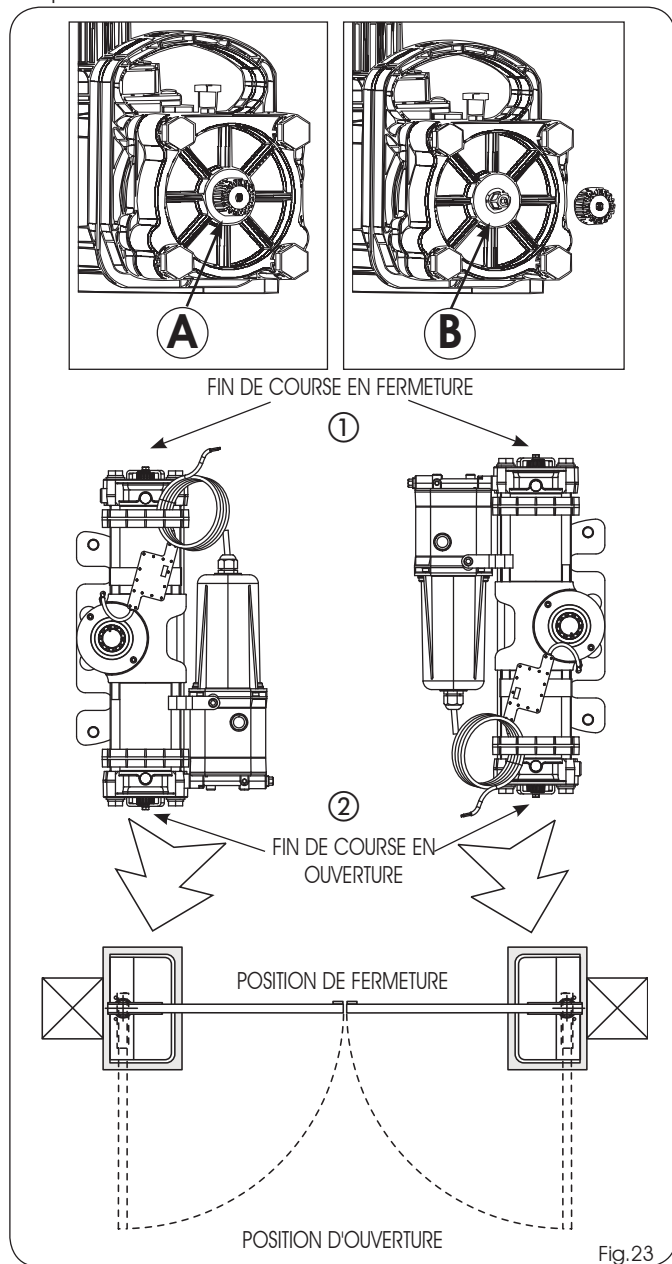

Fig.23
- 3) Dévisser le bouchon (Fig.23 réf. A-B) de la vis de fin de course de fermeture (Fig.23 réf.①).
- 4) DÉVISSER la vis de fin de course en fermeture (Fig.23 réf.①) jusqu'à ce que le vantail commence à bouger.
- 5) Revisser le bouchon (Fig.23 réf. A) de la vis de fin de course.
- 7) Dévisser le bouchon (Fig.23 réf. A-B) de la vis du fin de course d'ouverture (Fig.23 réf.②).
- 8) DÉVISSER la vis de fin de course en ouverture (Fig.23 réf. ②) jusqu'à ce que le vantail commence à bouger.